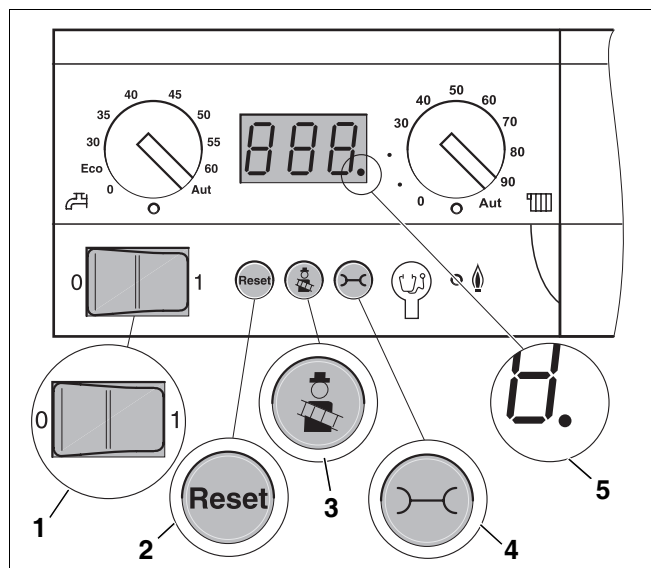

Bild 36 Basiscontroller Logamatic BC10
- Betriebsschalter am BC10 auf „0“ (Aus) stellen (→ Bild 36, [1]).
- Taste „Schornsteinfeger“, (→ Bild 36, [3]) drücken und gedrückt halten (ca. 2 Sekunden), bis der Dezimalpunkt (→ Bild 36, [5]) rechts unten im Display erscheint.
- Die Tasten „Schornsteinfeger“ und „Statusanzeige“ (→ Bild 36, [3] und [4]) gleichzeitig drücken und gedrückt halten (ca. 5 Sekunden), bis „Lxx“ (z. B. L80) im Display erscheint.
- Einstellung durch Drücken der Taste „Statusanzeige“ (→ Bild 36, [4]) bestätigen.
- Taste „Statusanzeige“ (→ Bild 36,[4], Seite 40) so oft drücken, bis die Temperaturanzeige im Display erscheint.
- Taste „Schornsteinfeger“ (→ Bild 36, [3], Seite 40) drücken, um die Messung zu beenden. Der Dezimalpunkt rechts unten im Display erlischt.